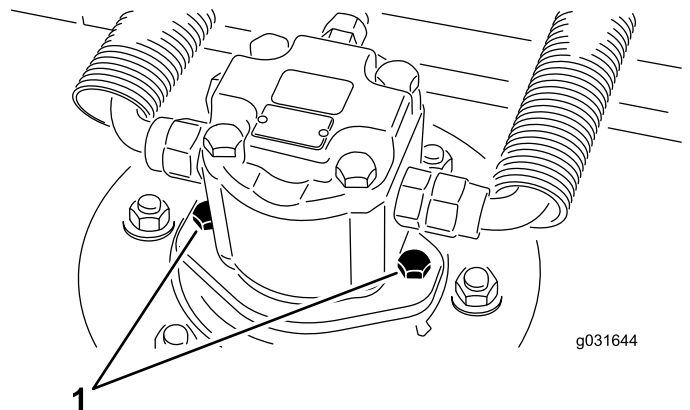

Figura 63
2. Retire los tornillos de montaje del motor hidráulico y desconecte y retire el motor hidráulico de la unidad de corte (Figura 63).
4. Con los tornillos de montaje del motor hidráulico, instale el motor hidráulico en la unidad de corte (Figura 63).